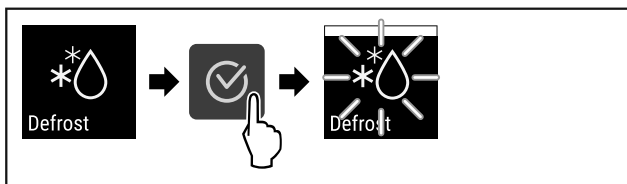

Fig. 86
- ▶ Izvedite zahtevane korake (glejte Fig. 86) .